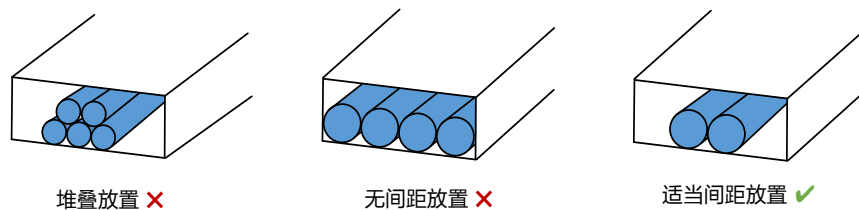

图4-12 线缆铺设后所占据空间
- 请保持线缆铺设后所占据的空间系数在 30% 以内，如图 4-12 所示。